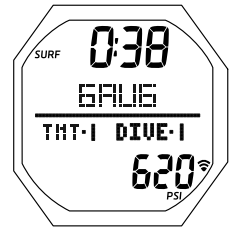

Fig. 102 - ÉCRAN PRINCIPAL SURFACE GAUG
**ÉCRAN PRINCIPAL SURFACE GAUG** : paramètres affichés (Fig. 102)